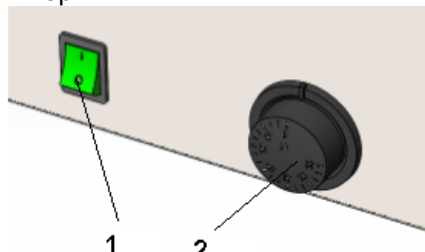

Рис. 1
- 5.1.1. Баня оснащена вимикачем живлення та аналоговим терморегулятором (рис. 1):